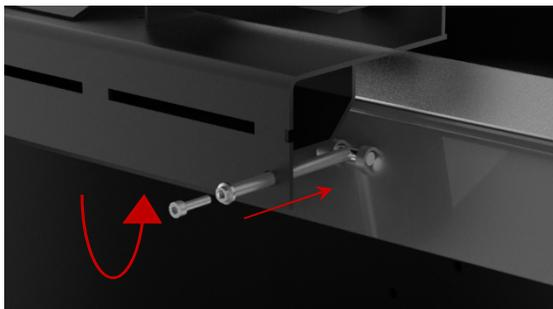

Figura 31 - Regulação da pala de fumos
* Nota: em caso de uma instalação com má tiragem é possível fazer a regulação do batente da pala de forma a facilitar a passagem de fumos pelo gargalo da chaminé, Figura 31. Esta operação deve ser feita por um técnico especializado.